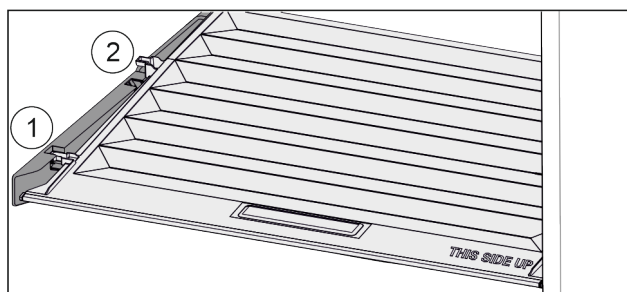

Fig. 26
- ▶ Vytáhněte víko dopředu až k otvoru v přídržných dílech Fig. 26 (1).
- ▶ Vzadu zespodu nadzvedněte a vyjměte směrem nahoru Fig. 26 (2).